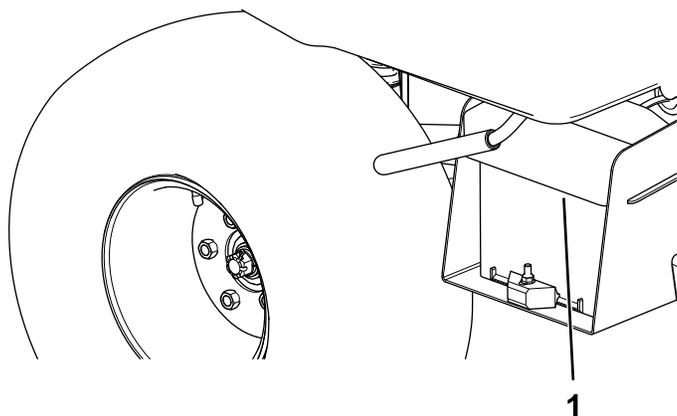

Рисунок 4
1. Надавите на крышку аккумуляторной батареи, чтобы высвободить лапки крепления из основания аккумуляторной батареи (Рисунок 4).
2. Снимите крышку с основания аккумулятора (Рисунок 4).
6. Поместите крышку аккумуляторной батареи на основание аккумуляторной батареи (Рисунок 4).
7. Надавите на крышку аккумуляторной батареи, совместив лапки крепления с основанием аккумуляторной батареи, и отпустите крышку (Рисунок 4).